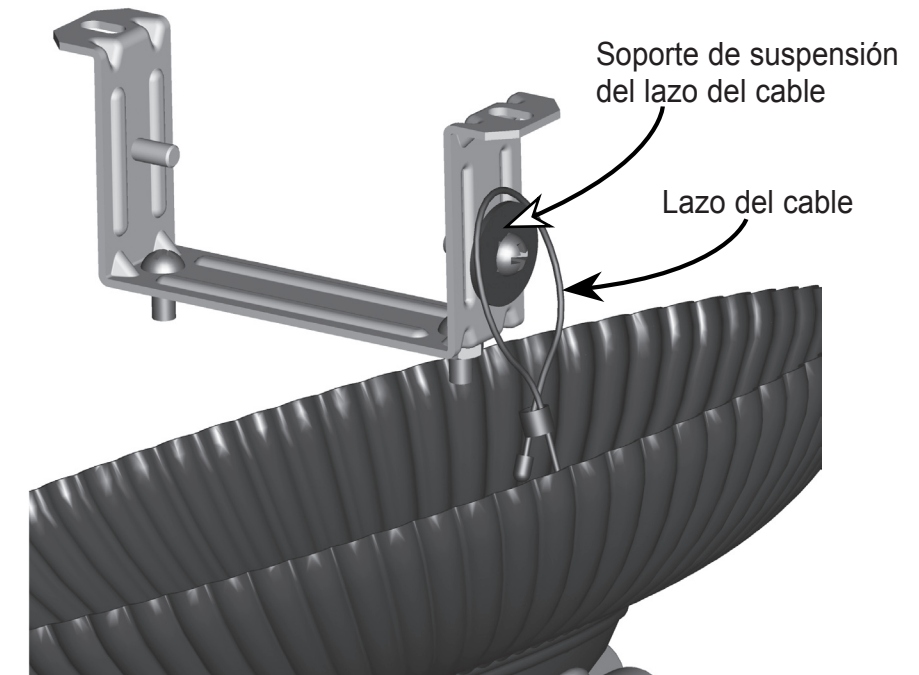

Figura 6 - Suspensión de la lámpara
3) Suspenda la lámpara colocando el lazo del cable sobre el soporte de suspensión del lazo del cable del cable. Vea la Figura 6.